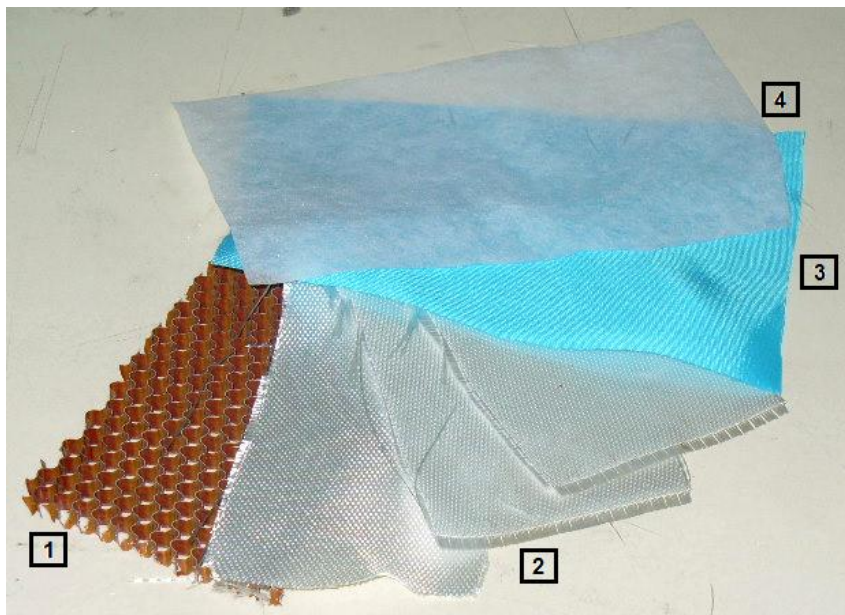

Figura 4.11. Componentes de un material compuesto.
Los componentes que forman el material compuesto se observan en la Figura 4.11.
5. Mezcla de catalizador – resina (no se muestra en la Figura 4.11).